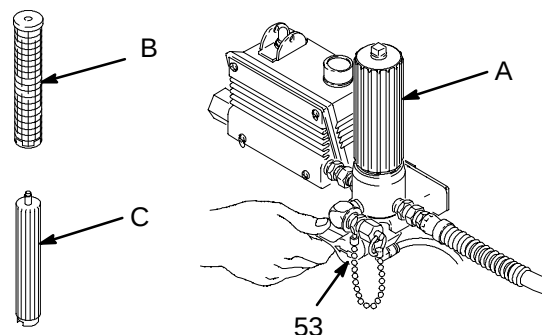

Fig. 5 *Modelo 231-326*
2. Quite la cubeta (A) y la malla (B) del filtro; vea el manual de instrucciones 307-273, suministrado. Instale la cubeta y el soporte (C) del filtro sin la malla, para enjuagar. Limpie la malla por separado. Vea la Fig. 5.